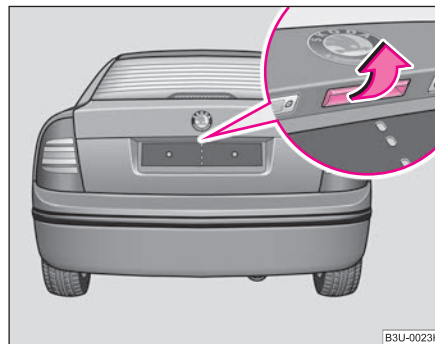

Fig. 27 Clapeta capacului portbagajului
- Apăsați asupra profilului de prindere ⇒ pagina 46, fig. 27 și ridicați simultan capacul portbagajului.